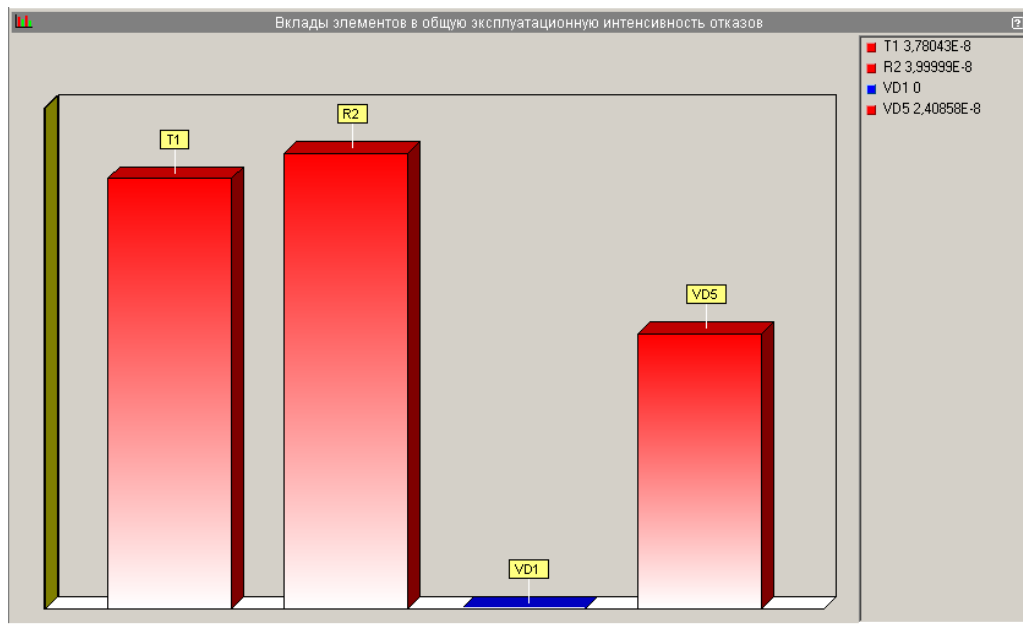

Рис. 3.4. Окно графического постпроцессора
- Окно Графического постпроцессора (см. рис. 3.4), в котором отображается соотношение между требуемым и достигнутым уровнем надежности СЧ;